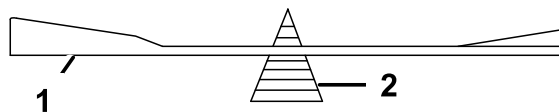

Figura 91
2. Controllate l'equilibrio della lama posizionandola su un bilanciatore (Figura 91).